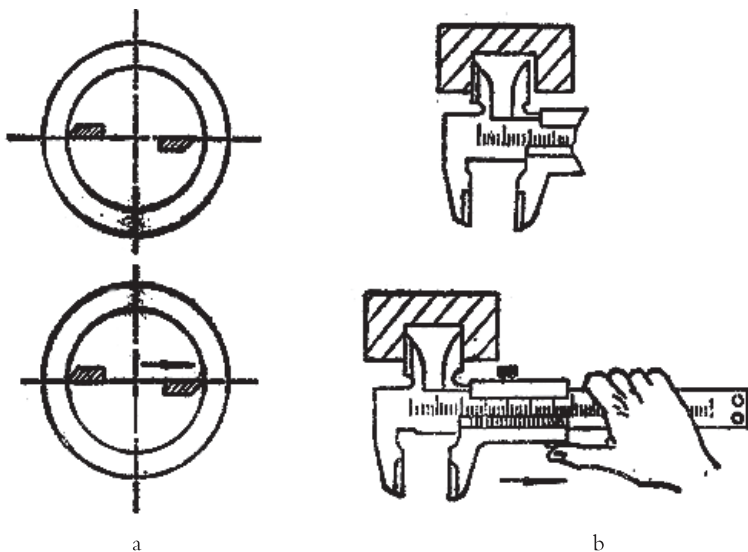

图2-19 测量孔径和槽宽尺寸小的工件
2) 测量槽宽和孔径。测量槽宽和孔径尺寸小的工件时，量爪张开略小于被测工件尺寸，然后用右手拇指慢慢拉动游标量爪，使两个量爪轻轻地与被测表面接触，读出尺寸。测量孔径时，量爪应处于孔的中心部位（见图2-19）。